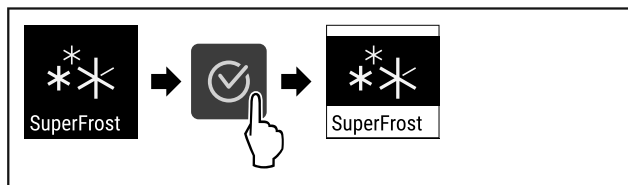

Fig. 65
- ▶ Provedte akční kroky (viz Fig. 65) .